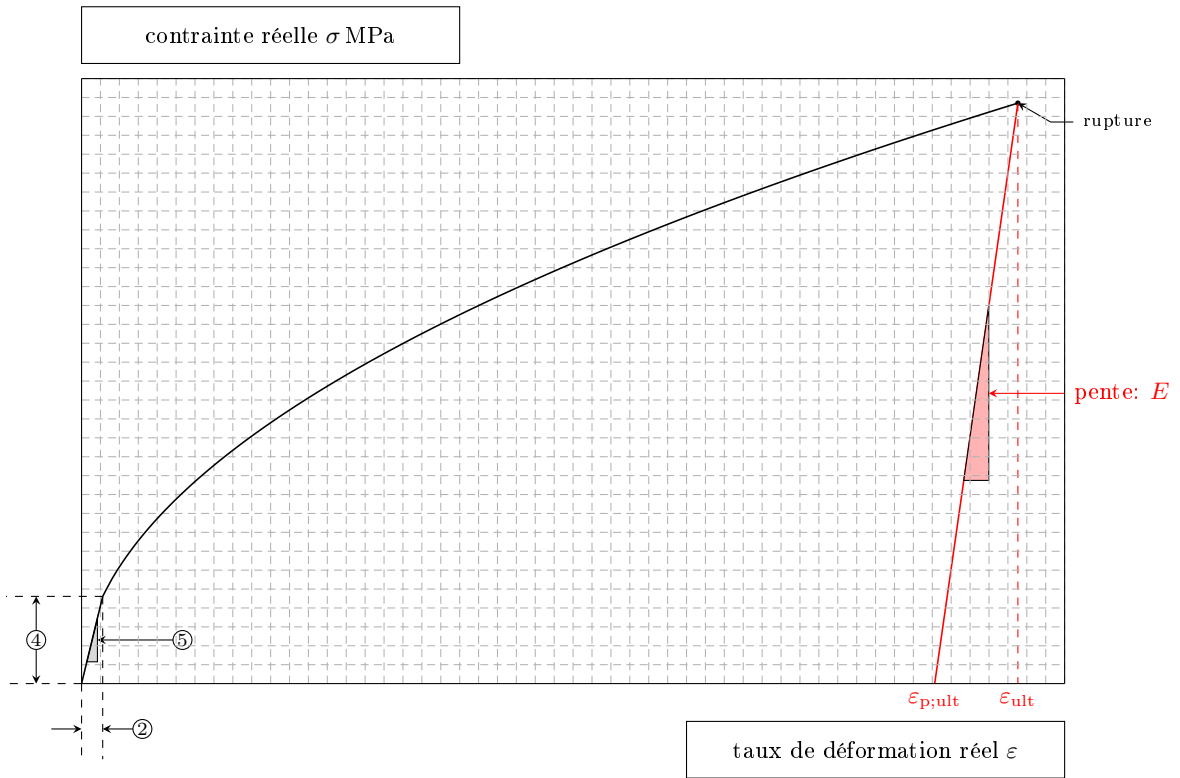

Figure 1: Courbe de traction réelle
- a) Les Figs. 1 et 2 représentent deux courbes de traction en rapport avec le matériau  $\mathcal{M}$  dont est fait votre barre. Prenez garde au fait que ces courbes ne sont **pas à l'échelle**! Ce sont des allégories qui vous permettent de dessiner dans de bonnes conditions mais pas d'obtenir des quantités réelles par mesure. On vous demande les choses suivantes:
- 2) Cinq cotes ou pentes inconnues notées ①-⑤ sont dessinées sur les Figs. 1 et 2. Elles correspondent toutes à des caractéristiques mécaniques du matériau  $\mathcal{M}$ . On vous demande de remplir la Tab. ci-dessus avec les noms, les symboles, les valeurs et les unités de ces quantités. Les valeurs numériques1 doivent être déduites des données de la Tab. 1.
- c) Le coefficient d'érouissage correspond à une cote précise sur l'une des deux Figs. 1 ou 2. Dessinez cette cote en vert et déduisez sa valeur à partir des données de la Tab. 1.
- e) La résistance du matériau  $\mathcal{M}$  correspond à une cote précise sur l'une des deux Figs. 1 ou 2. Dessinez cette cote en rouge et calculez la résistance à partir des grandeurs déterminées jusqu'ici.
- 1) Le taux de déformation  $\bar{\varepsilon}$  que vous atteignez à ce moment-là correspond à une cote particulière sur l'une des deux Figs. 1 ou 2. Effectuez en vert la construction géométrique qui permet de dessiner cette cote.
- i) Une des deux figures 1 ou 2 est utile pour représenter le taux de déformation permanent ultime  $\varepsilon_{p;ult}$ . En rouge, faites la construction qui permet d'identifier cette grandeur.